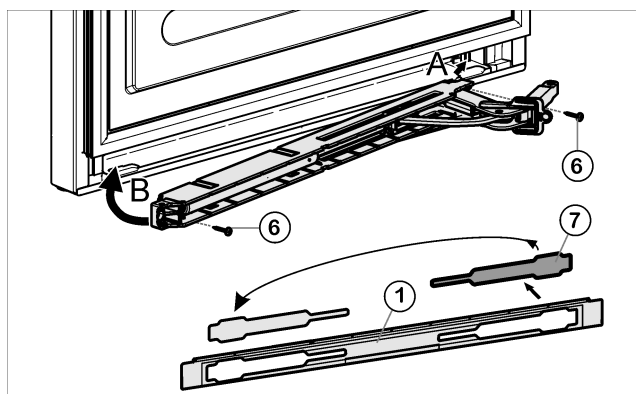

Fig. 10
- ▶ Afdekking Fig. 10 (7) uit de afdekplaat Fig. 10 (1) losnemen en aan de andere kant weer inzetten.
- ▶ Sluitdemper-eenheid met scharnier naar de scharnierzijde gericht inhaken (A) en indraaien (B).
- ▶ Sluitdemper-eenheid vastschroeven (2 maal Torx® 15) Fig. 10 (6).